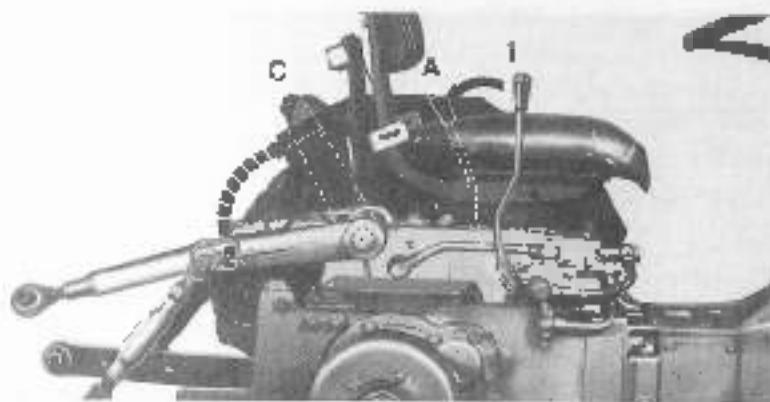

Fig. 36
**Para levantar un apero (Fig. 36)**